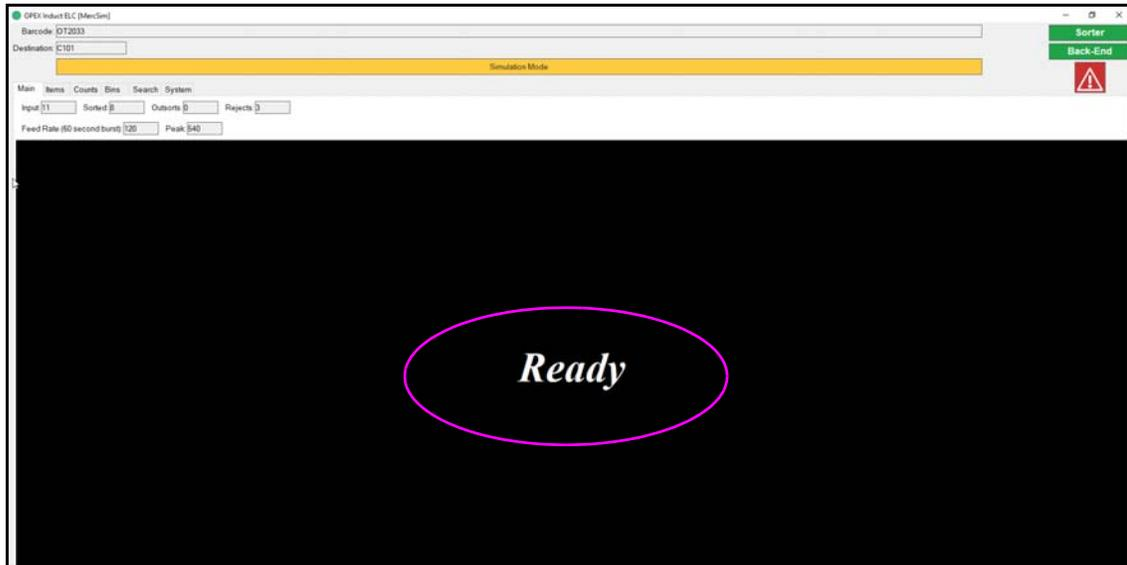

Figura 4-28: Tela do ELC de Introdução OPEX
3. Quando o sistema estiver pronto para o primeiro item a ser inserido, a interface do software do ELC exibirá a palavra “Ready” (consulte Figura 4-28 na página 147).